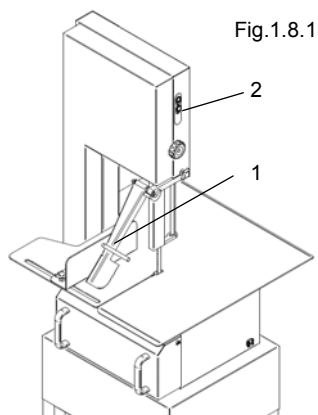

Fig.1.8.1
Si faltara la pieza durante la elaboración impide el contacto aunque accidental con la cuchilla de corte. (Fig. 1.8.1)
- 2 - Microinterruptor de control cárter cerrado. En el caso de apertura del cárter, el microinterruptor interrumpe la alimentación eléctrica a la máquina provocando su detención. El cierre del cárter no consiente la marcha de la máquina, sino que es necesario volver a presionar el botón de encendido. También en el caso de una detención accidental de la máquina, por ejemplo por la interrupción de la alimentación eléctrica, cuando vuelve la electricidad no consiente su reactivación, sino que es necesario presionar el botón de encendido (Fig. 1.8.1).